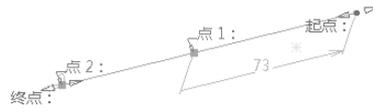

图 3-90
- 起点：超出点 1 的直线端点，也是直线起点。可以输入超出距离，如图 3-90 所示。